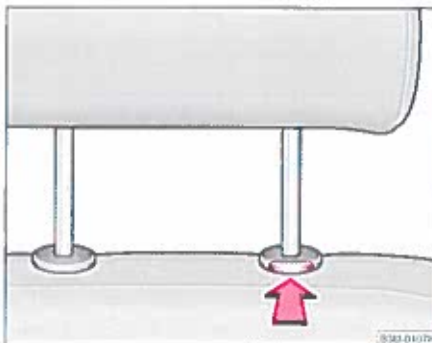

Fig. 48 Optrækning af nakkestøtte
- Tryk på låseknappen i pilens retning ⇒ side 64, fig. 48 og træk nakkestøtten ud af ryglænet.
Ved indskydning af de hældbare nakkestøtter* og når de skydes ind i nederste position, skal der altid trykkes på sikringen ⇒ side 64, fig. 48.